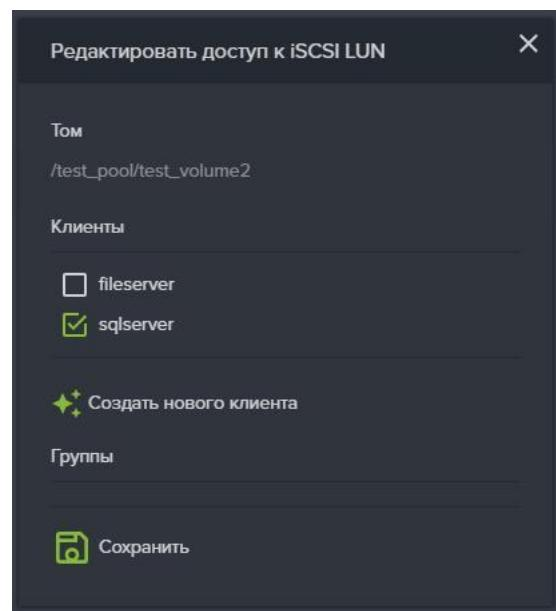

Рисунок 55. Доступ к iSCSI LUN
3. Нажмите на кнопку «Редактировать доступ», откроется одноименное окно (см. Рисунок 55).
3. Нажать на кнопку «Редактировать доступ», откроется одноименное окно (см. Рисунок 55);